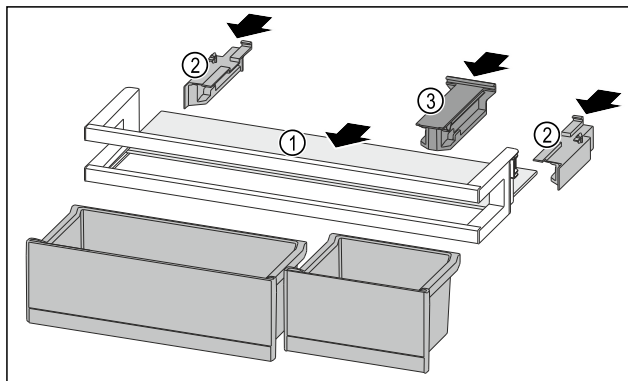

Fig. 251
- ▶ Odkládací plochu Fig. 251 (1) zasuňte do bočních vybrání.
- ▶ Boční díly Fig. 251 (2) vložte.
- ▶ Držák Fig. 251 (3) vložte.